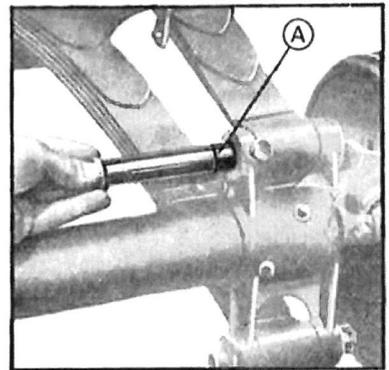

Fig. 279. — Montage d'un axe de ressort AR.
- 6—Monter le nouvel axe, préalablement graissé, dans le support du pont en employant un petit obus conique spécial qui se glisse sur la partie filetée de l'axe et constitue une pièce de centrage (fig. 279).